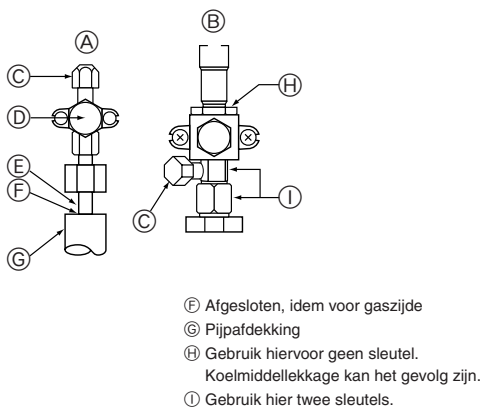

Fig. 4-5
- ⑤ Dicht de uiteinden van het isolatiemateriaal bij de pijpverbindingen af met afdichtmiddel om te voorkomen dat er water onder het isolatiemateriaal doordringt.
4.4. Luchtdichtheid van de koelstofpijpen testen (Fig. 4-5)